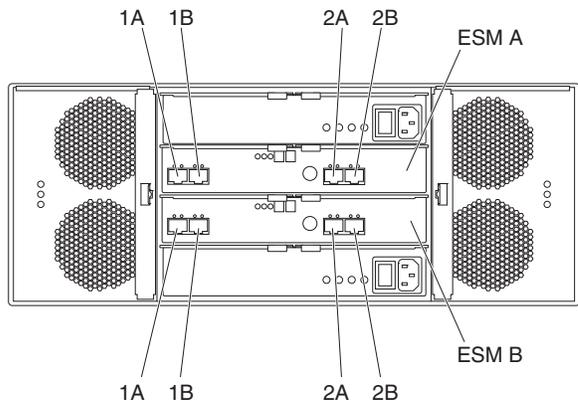

图 48. EXP5060 端口标签
- DS5100 和 DS5300 控制器驱动器端口必须始终连接到非中继配置下 EXP5060 ESM 标记为 1B 的端口，以及驱动器中继配置下 EXP5060 ESM 标记为 1B 和 2B 的端口。图 48 显示了 EXP5060 上的端口标签。